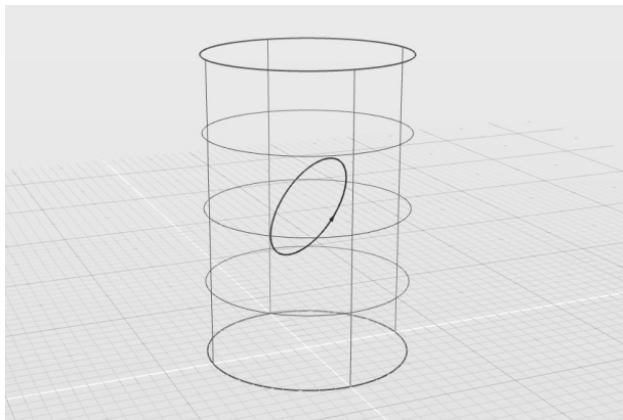

图 3-99 打开练习文件
1) 打开素材文件夹“练习（3.4.7_1）”中的 Evolve 文件，激活透视图，并切换至线框模式，如图 3-99 所示。